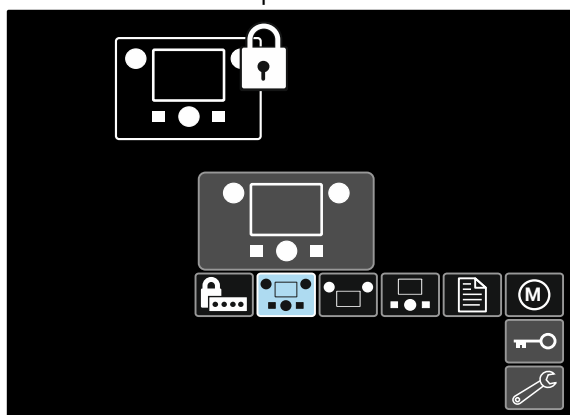

Рис. 44
- С помощью кнопки регулировки [11] выделите элемент, который следует заблокировать, например все компоненты интерфейса – см. Рисунок 44.